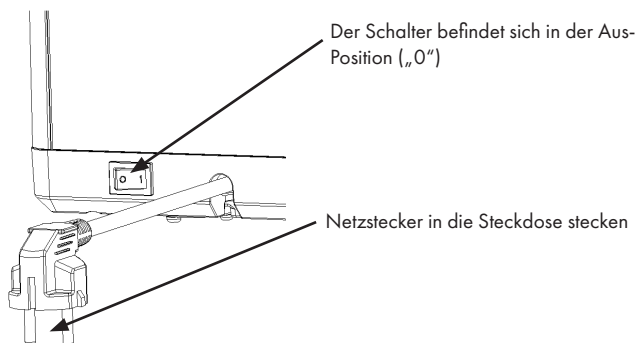

Abbildung 13
6. Stellen Sie den Ein/Aus-Schalter in die Position „I“, um das Gerät einzuschalten. In der Position „0“ ist das Gerät ausgeschaltet (siehe Abbildung 13).